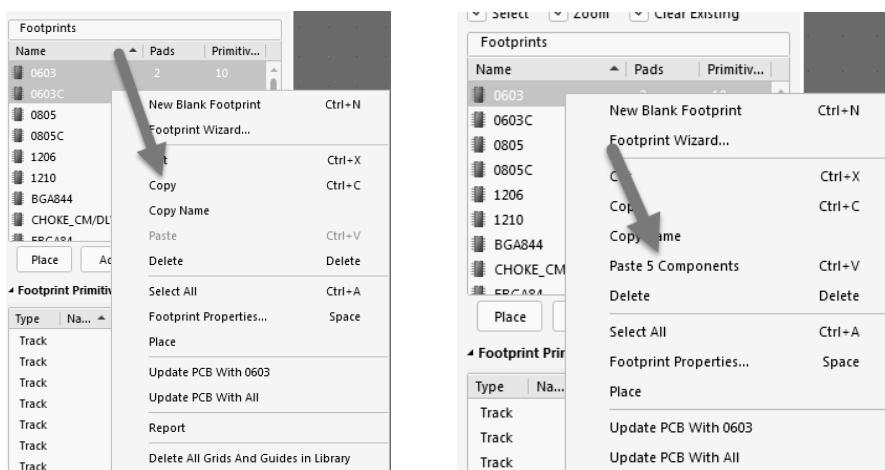

图 6-25 元件 PCB 封装的复制与粘贴
- (1) 在 PCB 库编辑界面的右下角执行命令“Panels-PCB Library”，调出工作面板。
- (2) 在 PCB 封装列表中，按住“Shift”键，单击选中需要复制的 PCB 封装。
- (3) 在选中的 PCB 封装上单击鼠标右键，执行“Copy”(复制)命令，或者按快捷键“Ctrl+C”。
- (4) 在需要合并的目的 PCB 封装库的 PCB 封装列表中单击鼠标右键，执行“Paste N Components”(粘贴封装)命令，或者按快捷键“Ctrl+V”，完成从其他 PCB 库复制封装到当前封装库中的操作，如图 6-25 所示。